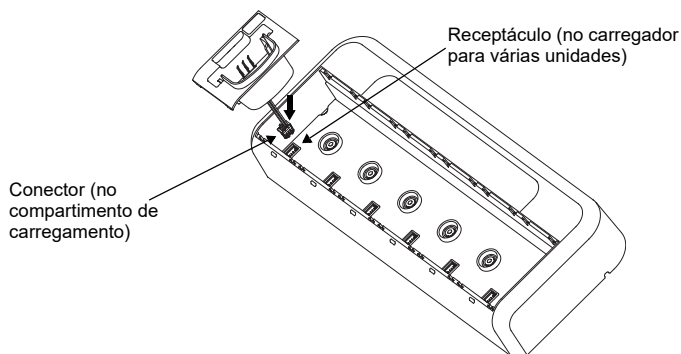

Figura 4
3. Remova o chicote do compartimento puxando-o para cima do conector (consulte a Figura 4).
1. Conecte o chicote do compartimento ligando o conector no receptáculo do carregador para várias unidades (consulte a Figura 4).